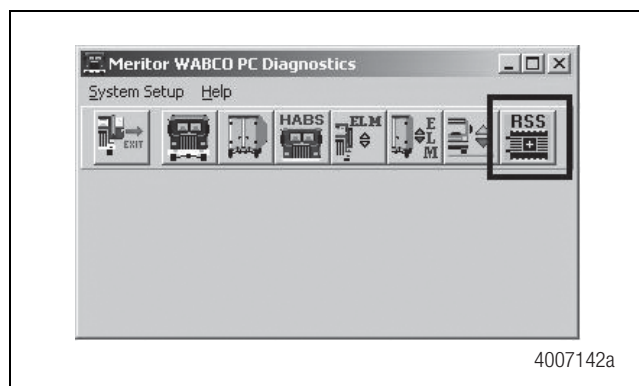

Figura 48
2. Haga doble clic en el icono del Software TOOLBOX™ en su computadora para iniciar el programa. Figura 48.